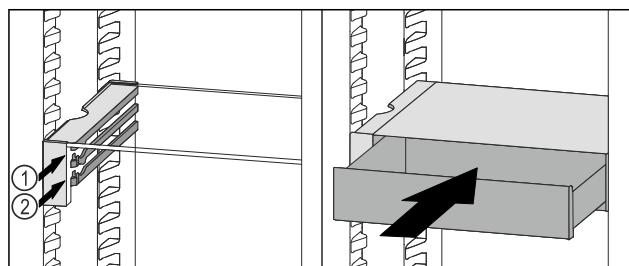

Fig. 113
- Predal VarioSafe namestite za zaustavljalnimi elementi na željeni nastavek Fig. 113 (1) ali Fig. 113 (2).